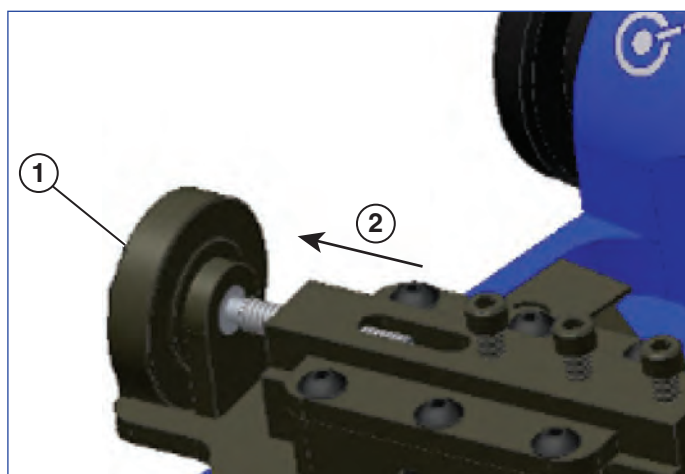

Figura 9
7. Girare la vite di regolazione della profondità per posizionare il blocco portautensili nella posizione arretrata (**vedere la Figura 9**).